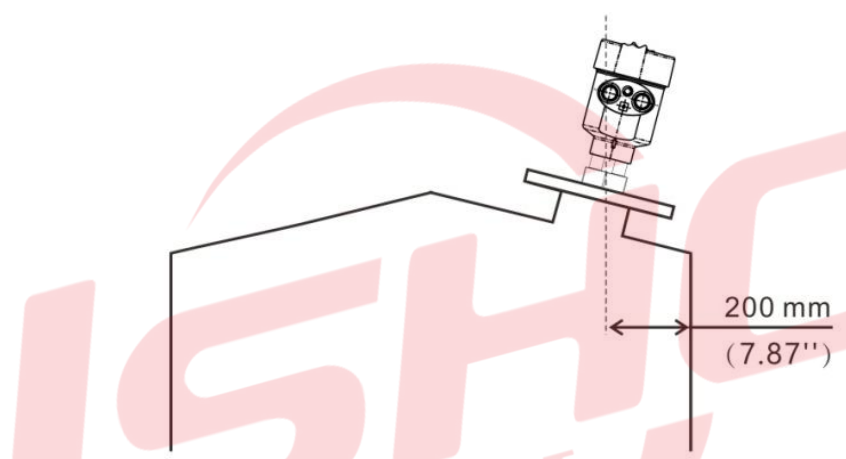

图 4-3 安装至少离容器壁 20cm
- 仪器安装至少离容器壁 20cm，否则很可能产生错误读数，如图 4-3 所示。